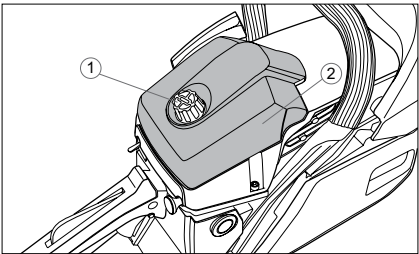

Fig. 24
- 1. Svitare il fermo 1 (fig.24) e rimuovere il coperchio del filtro dell'aria 2.